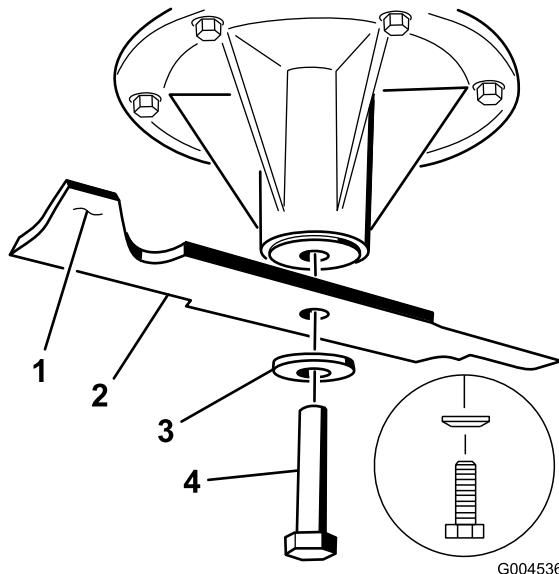

Figura 57
2. En las plataformas de cortacésped de 40 y 48 pulgadas, retire del eje el perno de la cuchilla, la arandela curva y la cuchilla (Figura 57).
- Instale la cuchilla en el eje (Figura 57).
Importante: La vela de la cuchilla debe apuntar hacia arriba y hacia el interior del cortacésped para asegurar un corte correcto (Figura 57).
- En las plataformas de cortacésped de 40 y 48 pulgadas, instale la cuchilla, la arandela curva y el perno de la cuchilla (Figura 57).
- Si la cuchilla se mantiene horizontal, está equilibrada y puede utilizarse. Si la cuchilla no está equilibrada, rebaje algo el metal en la parte de la vela solamente (Figura 57)